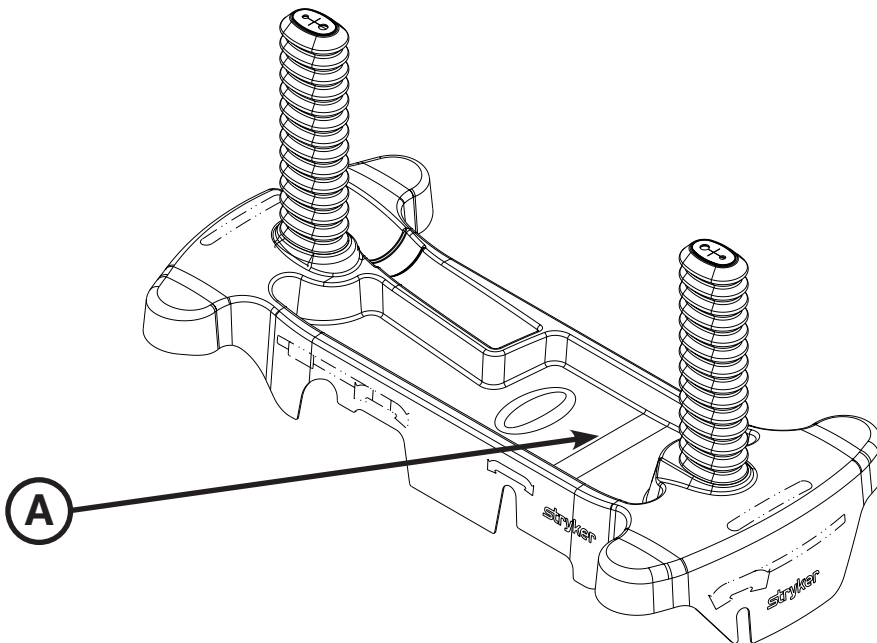

Figura 8: Lugar para guardar artículos en la cubierta de protección de la base
Puede guardar artículos en la cubierta de protección de la base (A), como se muestra en la Figura 8.